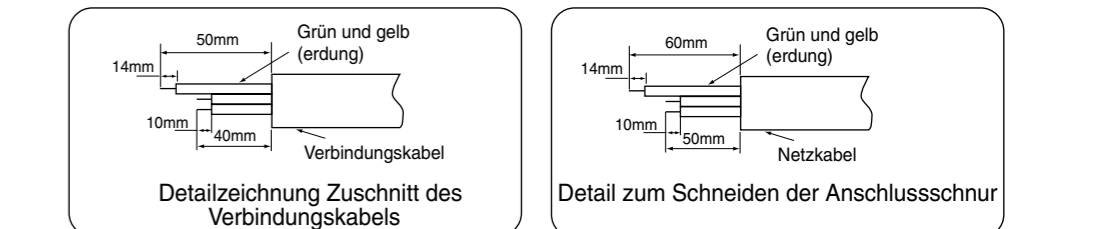

Abb. 3-2
- Schneiden Sie das Verbindungskabel und das Netzkabel ab und entfernen Sie die Isolierung von den Drähten, wie es in Abb. 3-2 dargestellt ist.